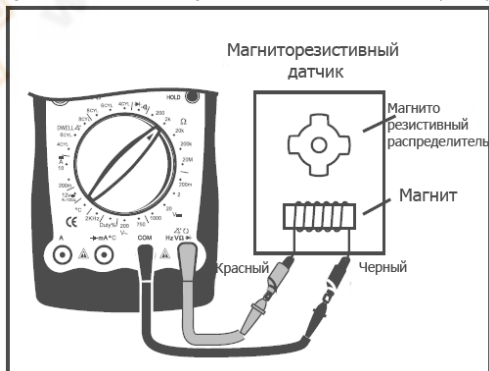

Рис.16
4. Тестирование магниторезистивного датчика (См. рис. 16)